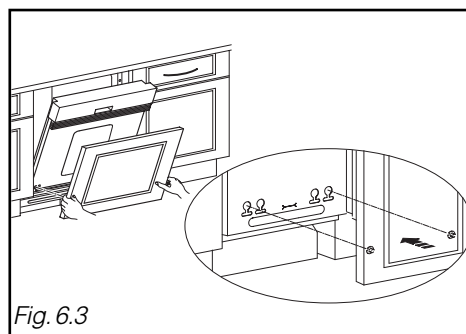

Fig. 6.3
- Coloque el panel de la puerta enganchando los 2 tornillos en los huecos de la puerta del lavavajillas (Fig. 6.3)
- Sujete el panel de madera encima de la puerta comprimiendo ligeramente los realces si es necesario (Fig. 6.3).